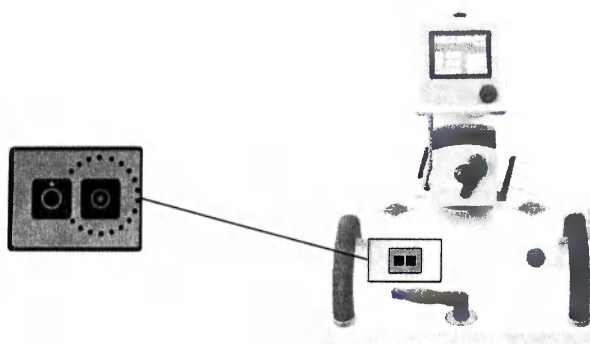

Рисунок 37
8.1.6 Включите штатив при помощи кнопки ON (см. рисунок 37). Начнется стартовая проверка основного контроллера.